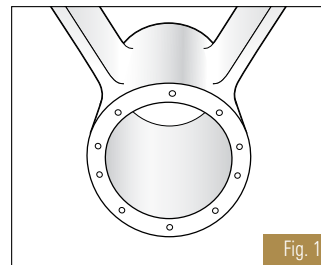

Fig. 1
2. Compruebe que el alojamiento esté limpio. (Fig. 1).